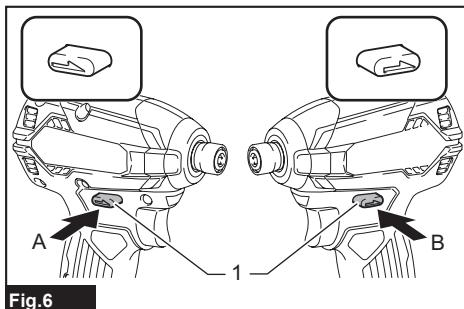

Fig.6
► Рис.6: 1. Рычаг изменения скорости